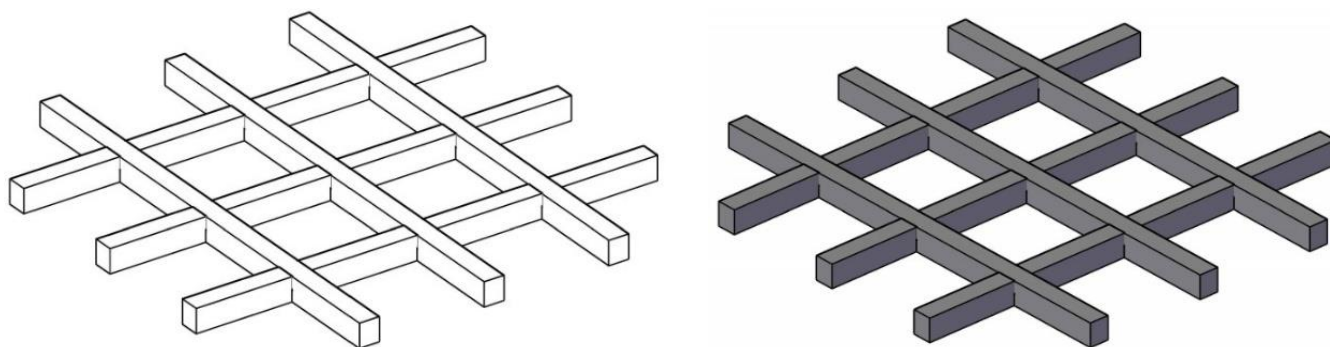
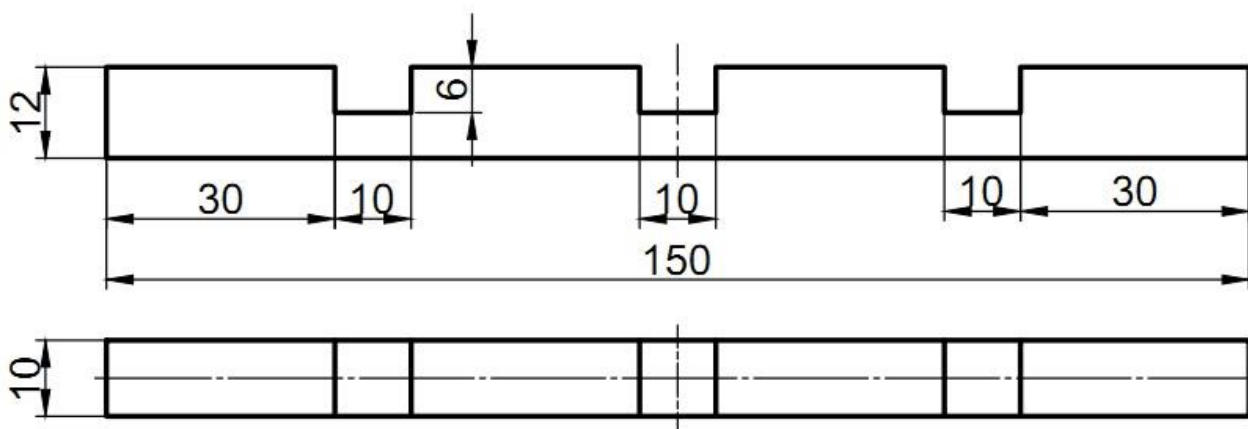

Рис. 1
Рис.2
1. По данному образцу (Рис. 1) и эскизу (Рис. 2) изготовить подставку под горячее;